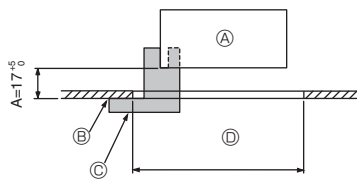

Fig. 9-2
9.2. Voorbereidingen om het rooster vast te maken (Fig. 9-2)
- Met het in deze set meegeleverde meetapparaat ② regelt en controleert u de relatieve positie van het hoofdapparaat ten opzichte van het plafondoppervlak. Als het hoofdapparaat niet goed is gepositioneerd ten opzichte van het plafondoppervlak, kan er luchtlekkage of condensatie ontstaan.
- Ⓒ Meetplaatje voor installatie ② (geplaatst in het hoofdapparaat)